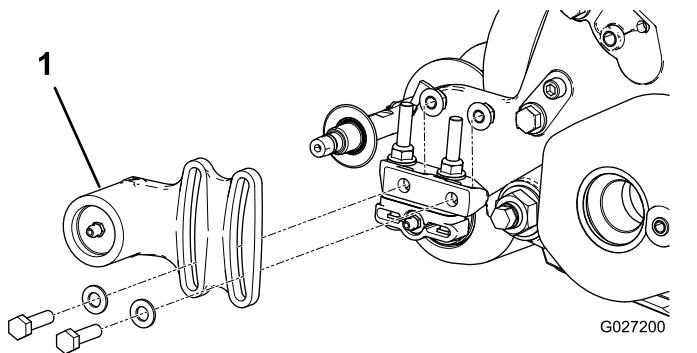
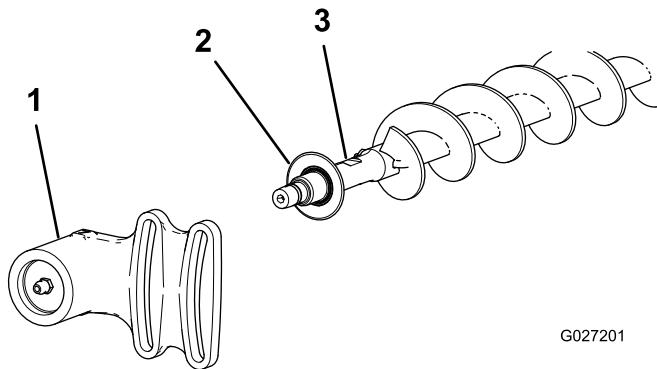

Рисунок 18
Рисунок 19
- Если на режущем блоке установлена щетка катка, выверните 2 болта, снимите шайбы и гайки крепления корпуса подшипника неприводной стороны к монтажному кронштейну корпуса подшипника (Рисунок 18 и Рисунок 19).
- Сдвиньте корпус подшипника неприводной стороны и защитное уплотнение с вала щетки (Рисунок 19).
9. Установите защитное уплотнение и корпус подшипника неприводной стороны на вал щетки (Рисунок 19).